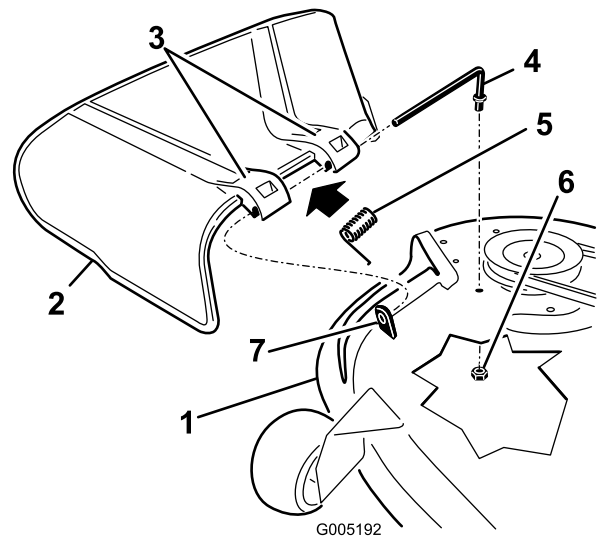

Bild 77
- Schieben Sie die Stange aus dem kurzen Vorsprung, der Feder und dem Ablenkblech (Bild 77).
- Montieren Sie das Ablenkblech (Bild 77).
- Schieben Sie die Stange durch die zweite Halterung am Grasablenkblech (Bild 77).
- Befestigen Sie das hintere Stangenende mit einer Mutter (3/8") am Mähwerk, wie in Bild 77 abgebildet.
- Nehmen Sie die Mutter (3/8") aus der Stange unter dem Mähwerk ab (Bild 77).